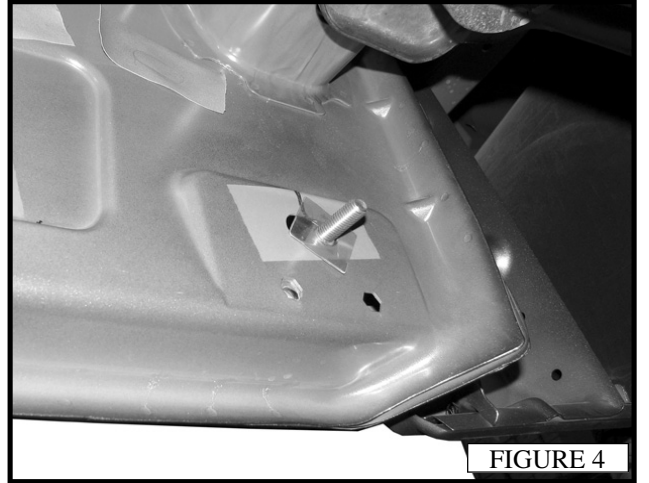

FIGURE 4
8. Remove the tape located at the rearmost running board holes. Thread (1) M11 plastic retainer to (1) stud + nut plate. Insert the stud plate into the slot. Tighten the retainer so the stud plate is secured. (FIGURE 4)
8. Retirer le ruban adhésif situé aux trous arrière du marchepied. Fileter (1) arrêtoir M11 à (1) plaque à goujon + écrou. Insérer la plaque à goujon dans la fente. Serrer l'arrêtoir pour que la plaque à goujon soit solidement fixée. (FIGURE 4)